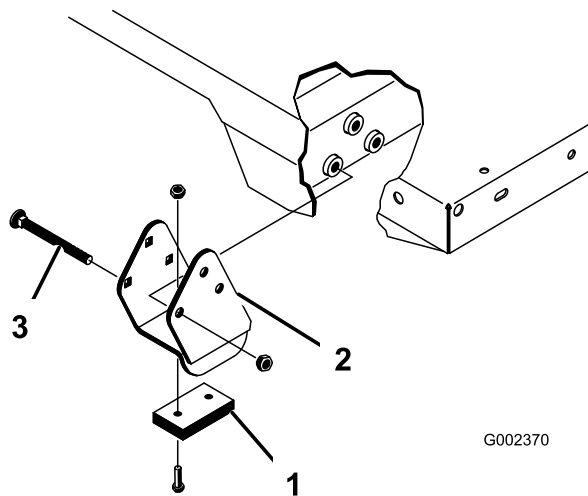

Figura 25
Asegúrese de instalar los espaciadores y las pletinas de desgaste (Figura 25) con las cabezas de los pernos de cuello cuadrado dentro de la máquina.
2. Coloque la plataforma con cuidado sobre el bastidor de la máquina, alineando los taladros de las placas de giro traseras con los taladros del perfil trasero del bastidor, e instale 2 pasadores con chavetas (Figura 25).
4. Inserte el pasador desde la parte exterior de la plataforma, con la chaveta orientada hacia fuera (Figura 25).